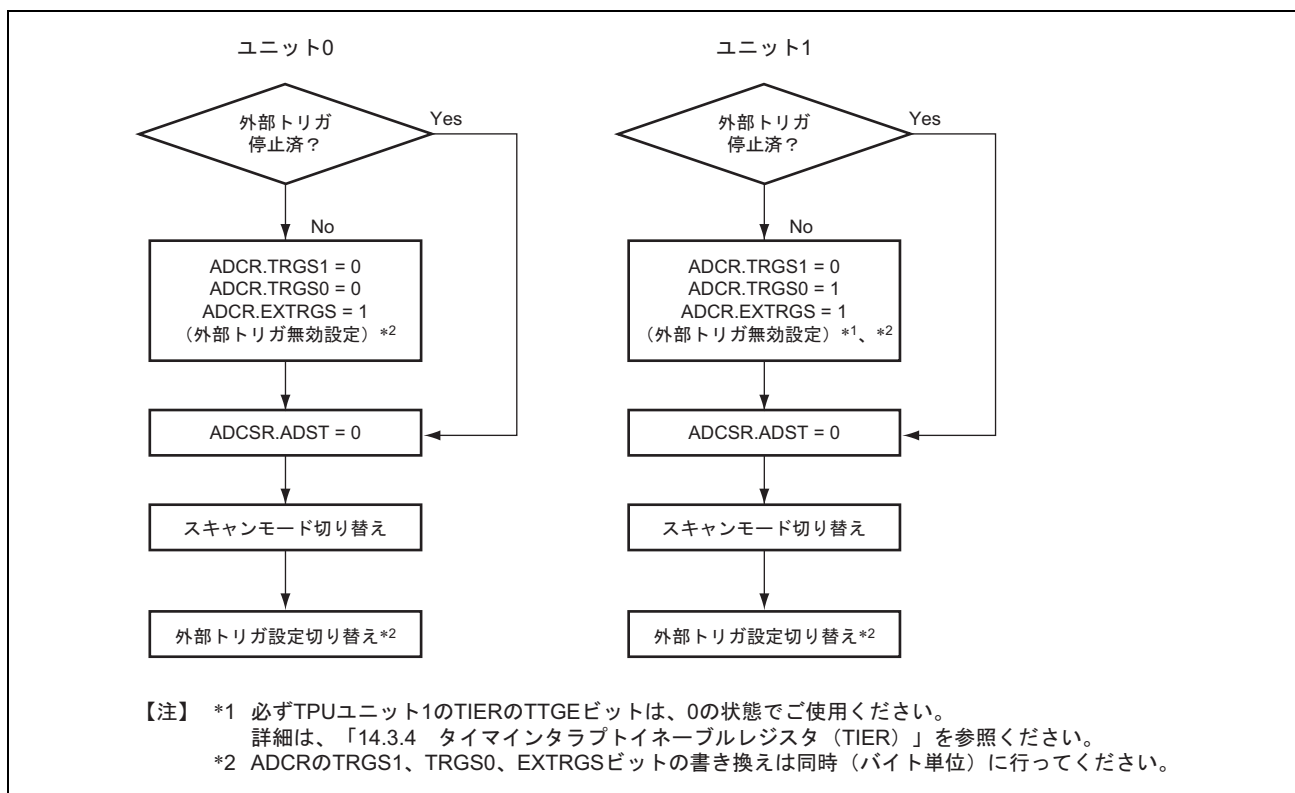

図 22.11 外部トリガ起動設定時のモード切り替え手順
2.または3.に該当する場合の詳細手順については、図 22.11 を参照してください。